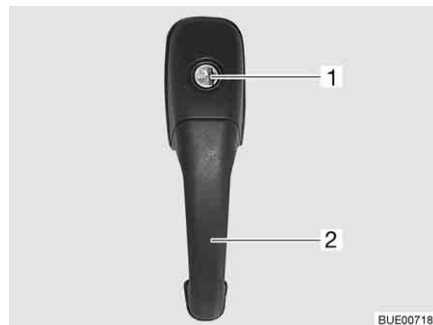

Bild 43 Türschloss Eingangstür, außen
- Schlüssel in Schließzylinder (Bild 43,1) stecken und drehen, bis das Türschloss entriegelt ist.
- Am Türgriff (Bild 43,2) ziehen. Die Tür ist geöffnet.
- Schlüssel in Schließzylinder (Bild 43,1) stecken und drehen, bis das Türschloss verriegelt ist.